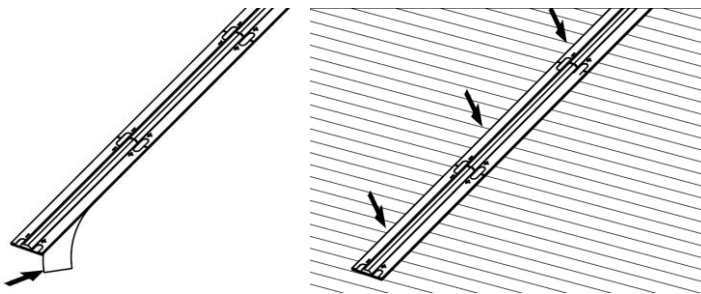

Рисунок 9.
5.12. Подготовьте необходимый отрезок ленты. Удалите защитную пленку с поверхности клейкой ленты. Приклейте ее на место установки. Проклейка ленты должна быть равномерной (см. Рисунок 9).